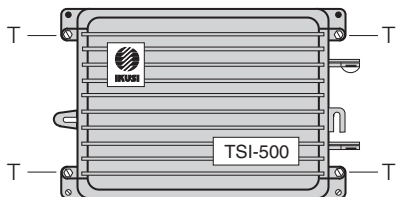
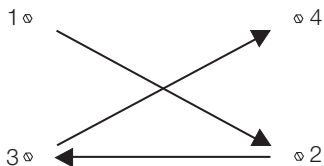

Fig. 6a
Fig. 6b
- Colocar la tapa y efectuar un apriete previo de los cuatro tornillos *T* de cierre (Fig. 6a) siguiendo la secuencia que se indica en la Fig. 6b. Repetir la operación con un apriete mayor, asegurándose de que la tapa asiente perfectamente sobre la junta de goma de la base.
- Close the cover and effect a previous tightening of the four cover screws *T* (Fig. 6a) by following the pattern shown on the Fig. 6b. Repeat the operation with a stronger tightening, ensuring that the cover seats evenly on the rubber gasket.
- Fermer le couvercle et faire un serrement préalable des quatre vis de fermeture *T* (Fig. 6a) en suivant le schéma Fig. 6b. Répéter l'opération avec un serrement plus fort, en s'assurant du bon positionnement du couvercle sur le joint d'étanchéité.